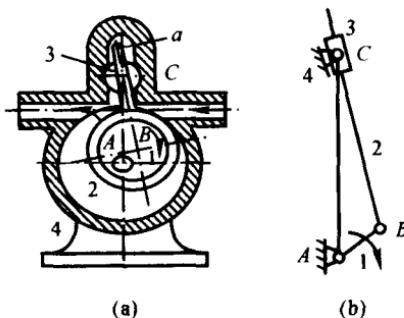

图 1.1
例 1.1 试绘制图 1.1(a) 所示偏心回转油泵机构的运动简图(其各部分尺寸可由图中直接量取),并判断该机构是否具有确定的运动。图中偏心轮 1 绕固定轴心 A 转动,外环 2 上的叶片 a 在可绕轴心 C 转动的圆柱 3 中滑动。当偏心轮 1 按图示方向连续回转时,可将低压油由右端吸入,高压油从左端排出。
解 (1) 选取合适的长度比例尺(μ_l)绘制此机构的运动简图,如图 1.1(b)所示。
(2) 计算机构的自由度。
此机构为曲柄摇块机构。由图 1.1(b)可知 $n = 3, p_l = 4, p_h = 0$,由式(1.1)计算该机构的自由度为